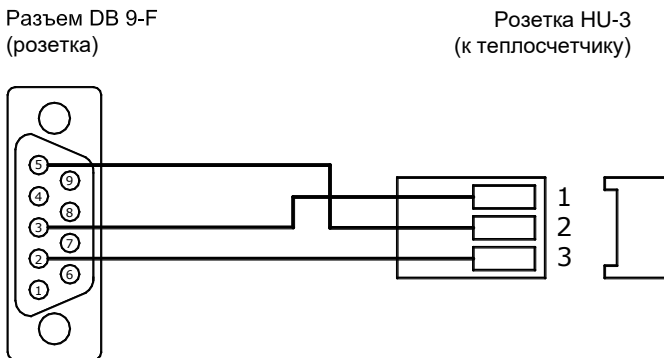

Рис. 7.9
7.6.7 Для прямого соединения теплосчетчик – ПК следует использовать кабель, изображенный на рис. 7.9.